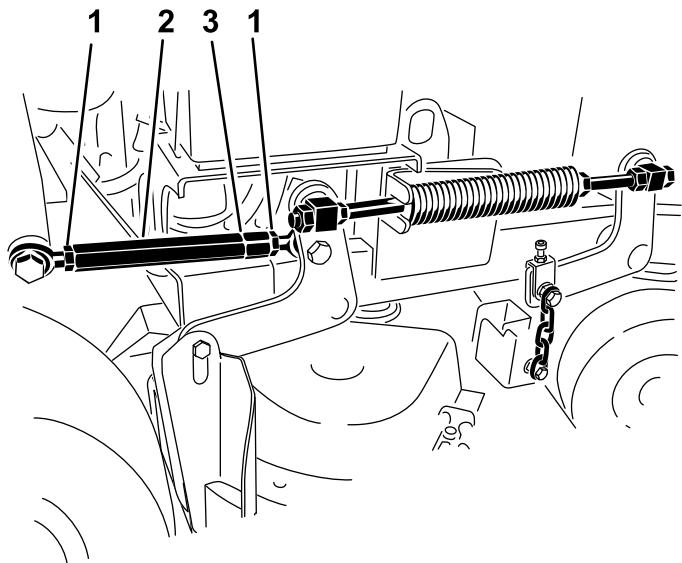

図 83
4. ターンバックルの両端にあるジャムナットをゆるめる図 83。